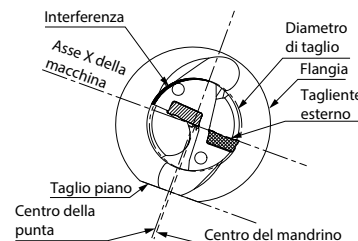

Fig. 4 Offset eccessivo (per diametro di foro ridotto)
- Allineare la punta con il lato dell'inserto esterno parallelo all'asse X della torretta dell'utensile. (Fig. 4)
Assicurarsi di non ridurre il diametro del foro a una dimensione inferiore al diametro della punta di 0,2 mm o superiore. In caso contrario, il portautensili interferirà con il foro. (Fig. 4)